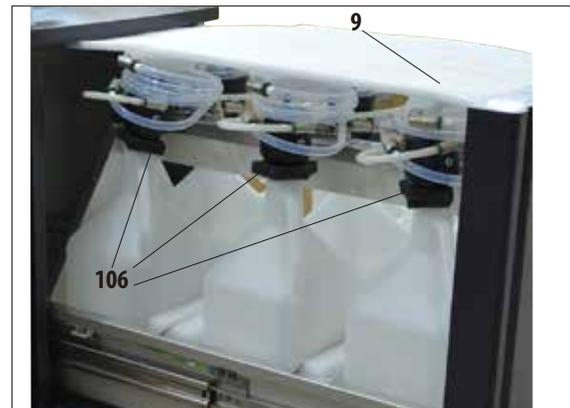

Abb. 18
- Danach den Auszug (9) öffnen und dort alle Schaumstoffteile herausnehmen (Abb. 18). Dabei auch die sechs dunkelgrauen Formteile (106) vom Flaschenhals der Wechselflaschen entfernen.